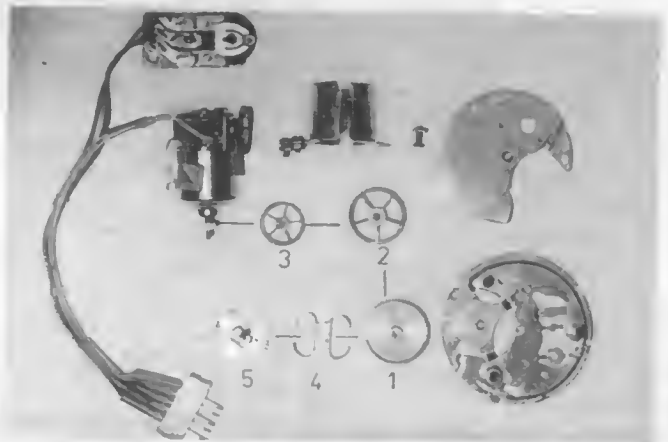

Bild 2: Einzelteile der gesamten Rudermaschine (die Verbindungslinien zeigen die Zusammengehörigkeit der Bauteile)
Die Taschenuhr wurde so weit demontiert, daß nur das Federrad (1), das Zeigerrad (2) und deren nächst zugeordnetes Zahnrad (3) übrigblieben (Bild 2). Das Federrad besteht aus zwei Teilen und eignet sich bestens für eine Rutschkupplung, die eine mechanische Zerstörung oder Beschädigung der Wellen und Zähne beim Festfahren oder beim Überfahren der Potentiometer-Endlagen verhindern soll. Die Kraftübertragung vom Federrad auf die Abtriebswelle erfolgt über eine Blattfeder (4). Sie wurde aus Federmessing angefertigt und liegt vierseitig an der Innenseite des Bundes zum Federrad an. Sie muß so weit vorgespannt werden, daß einerseits eine genügende Kraftübertragung ermöglicht wird, andererseits bei festgehaltener Abtriebswelle der